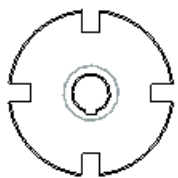
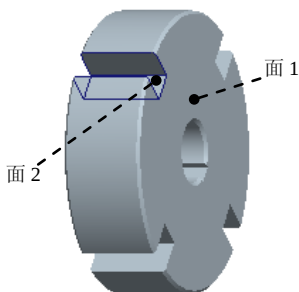

图 3.4.2 主视图
图 3.4.6 模型的定向
下面以图 3.4.2 所示的 tool\_disk.prt 零件的主视图为例，说明创建主视图的操作方法。
② 在对话框的参考1 下拉列表选取前 选项，在图形区中选择图 3.4.6 所示的面 1；该步操作的意义是将所选模型表面放置在前面，即与屏幕平行的位置。
(2) 定义放置参照 2。在对话框的参考2 下拉列表选取上 选项，在图形区中选取图 3.4.6 所示的面 2；该步操作的意义是将所选模型表面放置在屏幕的上部，此时模型视图的方位如图 3.4.2 所示。